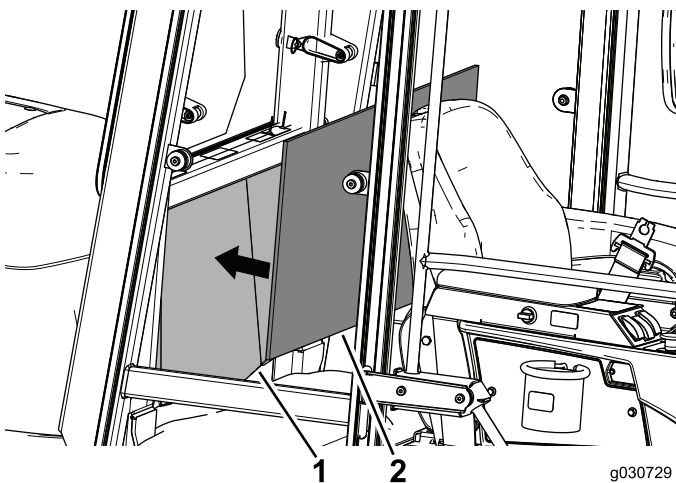

Figura 31
2. Allineate il pannello della tappezzeria con la parte centrale del pannello posteriore all'interno della cabina per verificare inserimento e posizione (Figura 31).